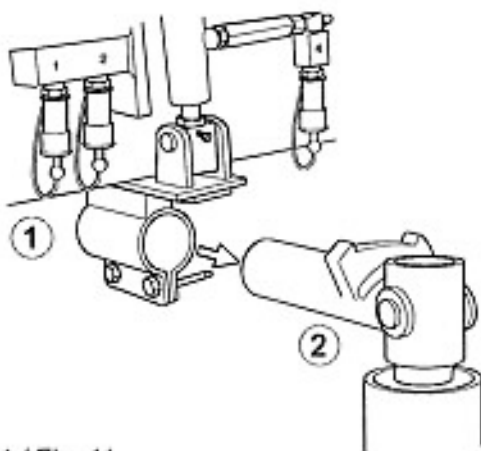

Bild 11 / Fig. 11
⇒ Fit the machine frame (fig.11, pos.1) directly in the frame seat (pos.2).
⇒ Engager le bâti (fig.11, pos.1) directement dans son logement (pos.2).
- ⇒ Geräte Rahmen (Bild 11, Pos. 1) direkt in das Aufnahmelager (Pos. 2) einführen.